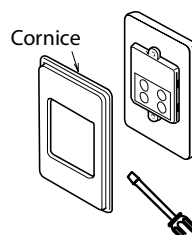

Fig. 3
4. Rimuovere la Cornice del Comando Remoto (Fig. 3).